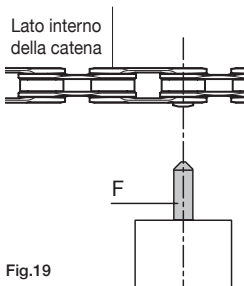

Fig.19
- Verificate che la punta conica dello spintore sia in asse con il centro della bussola ULTRA-LINK 5-CN-SR700 (Fig.19).